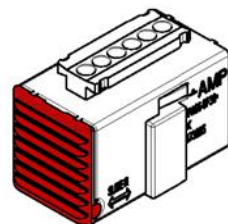

Рис.5.
6. Смонтируйте ответную колодку жгута проводов на шпору фиксатором в сторону водителя. Переместите красный фиксатор колодки жгута в направлении к моторному отсеку до защёлкивания фиксаторов на шпоре (рис.5).